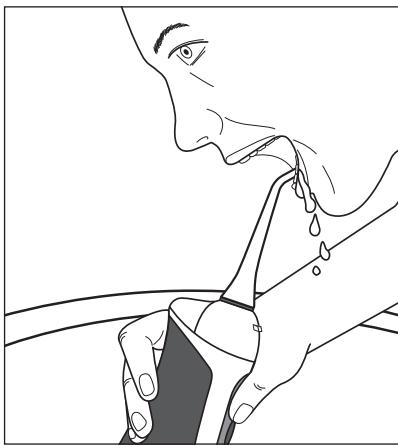

Fig. 1
- Durante l'utilizzo assicurarsi di non tappare con le dita le aperture d'ingresso dell'aria ④ del lato posteriore dell'apparecchio portatile ⑤.
- Se durante l'utilizzo si tiene l'apparecchio portatile in posizione troppo inclinata ⑤, può fuoriuscire acqua dalle aperture d'ingresso dell'aria ④.
- In ogni livello di potenza, l'apparecchio portatile ⑤ si spegne automaticamente dopo circa 2 minuti anche se nel serbatoio dell'acqua ⑥ si trova ancora acqua.
- 4) Infilare l'accessorio **2** nella bocca per evitare spruzzi d'acqua. Piegarsi sul lavabo e tenere l'apparecchio portatile **5** possibilmente verticale (vedere fig. 1). L'ugello **1** dell'accessorio **2** è diretto sui denti/spazi interdentali.